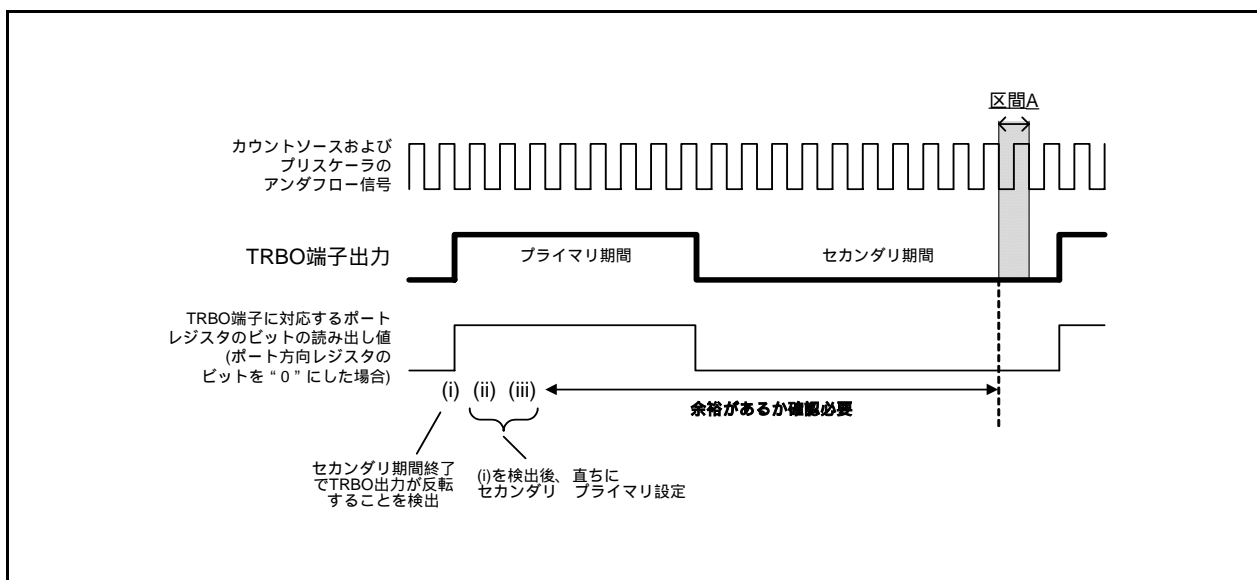

図 14.25 対策例(b)のTRBO端子出力値を読む例
- (1) カウント中 (TCSTFビットが“1”)にTRBPRESレジスタ、TRBPRレジスタに書き込む場合は、下記の点に注意してください。
- (2) カウント中 (TCSTFビットが“1”)にTRBSCレジスタ、TRBPRレジスタを変更する場合は、タイマRB割り込み等でTRBO出力周期に対して同期を取り、同一出力周期内で一度だけ行うようにしてください。また、図 14.24および図 14.25の区間Aで、TRBPRレジスタへの書き込みが発生しないことを確認してください。
図 14.25 に示すように TRBO 端子の出力レベルからプライマリ期間の開始を検出し、プライマリ期間の開始直後に、TRBSC レジスタ、TRBPR レジスタへ書いてください。書き込みは区間 A までに終了させてください。なお、TRBO 端子に対応するポート方向レジスタのビットを “0” (入力モード) に設定し、ポートレジスタのビットの値を読むと、読んだ値は TRBO 端子の出力値になります。